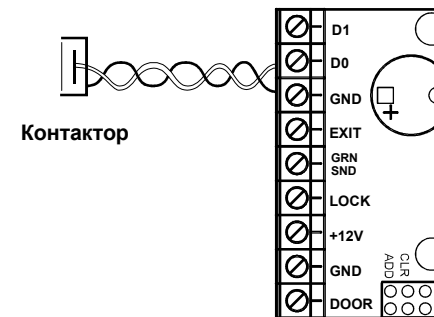
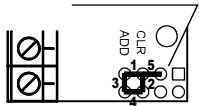

Рис. 5 Подключение контактора
Рис.3 Положения переключки
4. Установите защитный диод (см. рис.5 на стр.40). В случае, если замок электромеханический, установите перемычку в положение 1 (см. Рис.3).
В комплект поставки контроллера Z-5R (мод. Wiegand) входит переключатель, который используется для программирования контроллера (всего пять положений) (см. Рис.3).
Для записи информации из ключа DS1996L в память контроллера Z-5R (мод. Wiegand) необходимо подключение контактора ключей iButton (Dallas Touch Memory) (см. Рис.5).
Для считывания памяти контроллера в ключ DS1996L необходимо подключение к считывателю контактора ключей iButton (Dallas Touch Memory) (см. Рис.5).